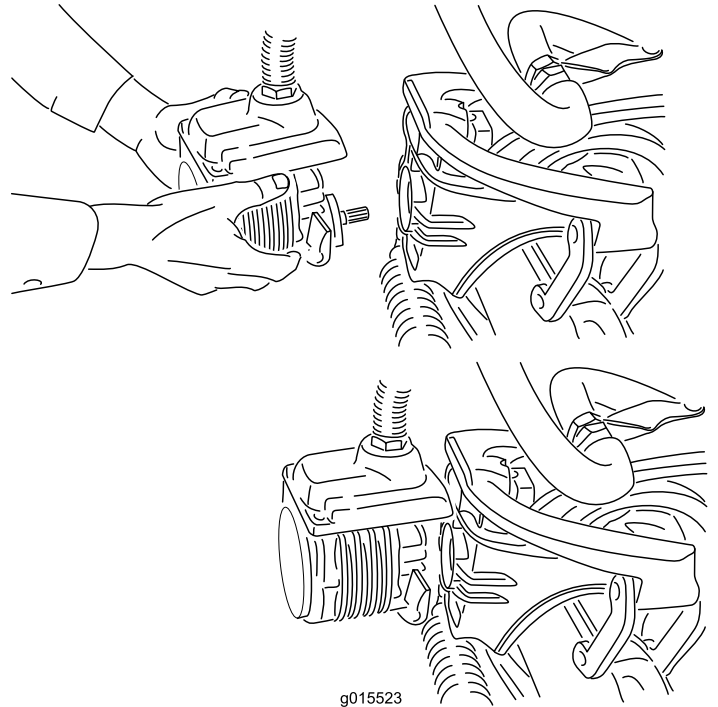

Bild 40
4. Legen Sie den Motor am Aufbewahrungsort vorne am Aufhängearm ab (Bild 40).